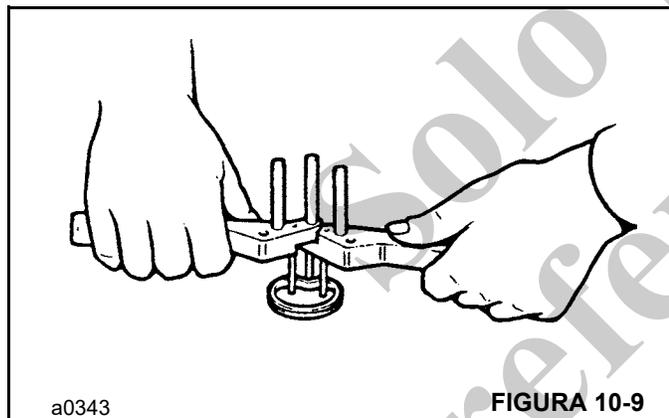

FIGURA 10-9
- a. Abra la herramienta (Figura 10-9) e inserte el nuevo sello de prensaestopas. El sello se debe instalar detrás de los dos pasadores delanteros, pero delante del pasador trasero, como se ilustra.